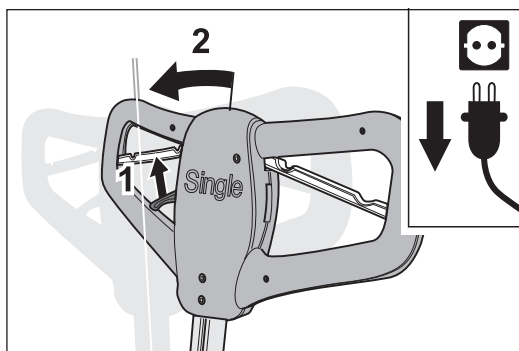
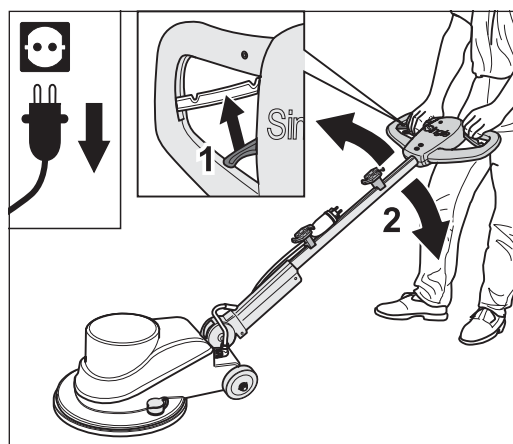

Fig. 3 Accionar la palanca reguladora para liberar el bloqueo y ajustar la altura del mango hasta el tope.
Fig. 7 Ajuste de la posición más favorable del asa.
- 4 Accione la palanca reguladora en el asa para liberar el bloqueo del mango y empuje el mango hasta el tope más allá de la posición vertical (fig. 3).
- 8 Para que pueda trabajar con la SINGLE de la forma más cómoda, la altura del mango con el asa es regulable. Para ajustar la altura conveniente, accione la palanca reguladora (fig. 3). De este modo se libera el bloqueo del mango, que se podrá mover hacia arriba o abajo. Elija la posición más favorable para usted (fig. 7) y vuelva a soltar la palanca.